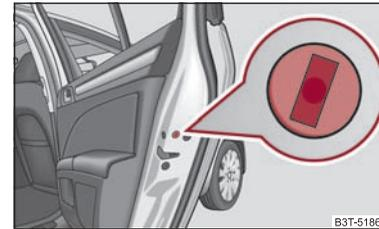

Abb. 29 Hintere Tür: Notverriegelung der Tür
- Bauen Sie die Blende ab → Abb. 29.